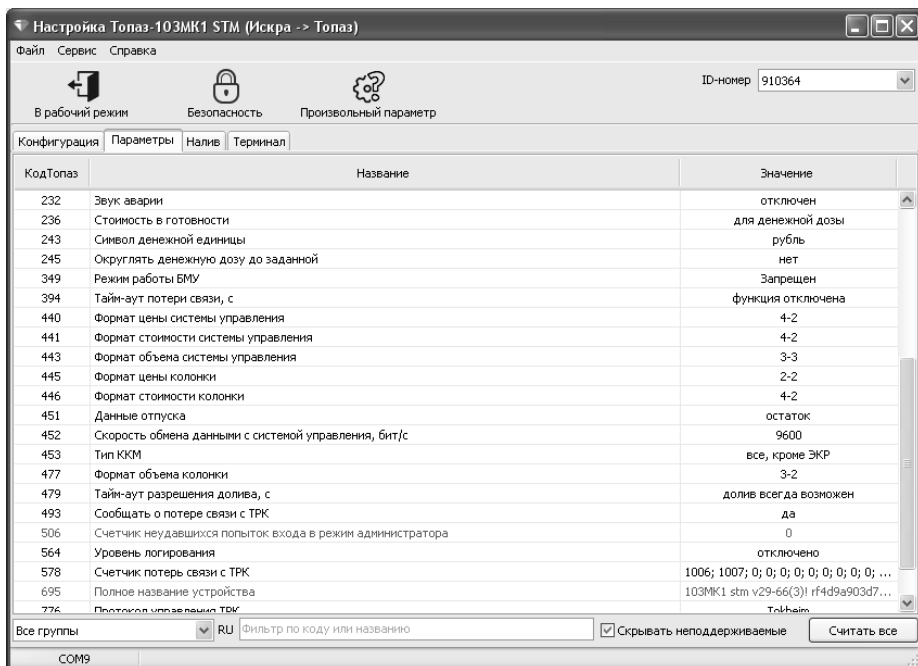

Рисунок 4
6.6 На вкладке "Параметры" (рисунок 4) можно просмотреть и при необходимости изменить значения параметров устройства.